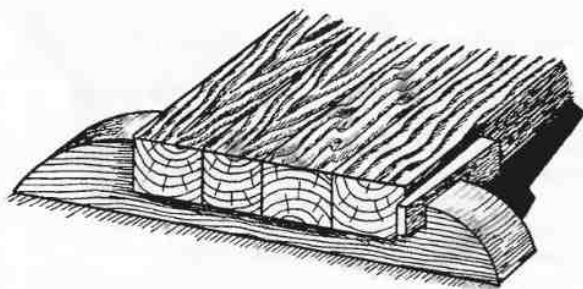

Рис. 569. Вайма — приспособление для зажима склеиваемых щитов
**Вайма** — скоба (приспособление) из прочной древесины для зажима с помощью клиньев склеиваемых щитов (рис. 569).